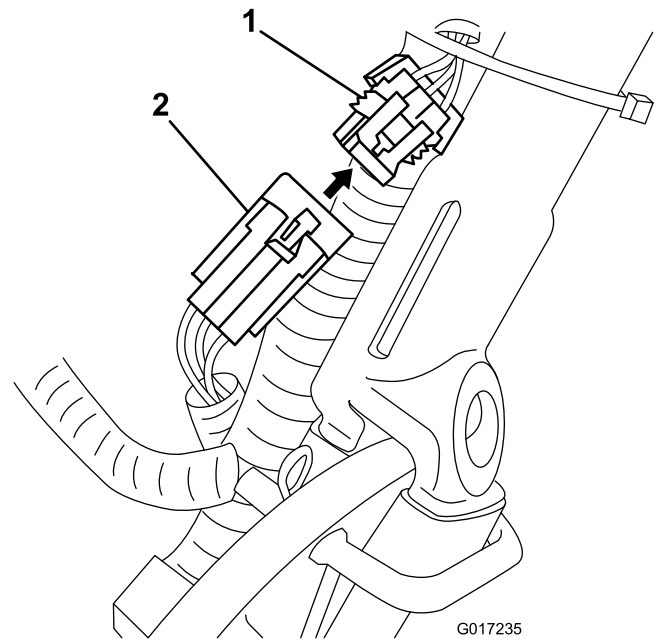

图12
3. 从主线束断开电池组小接头到机器线束的连接（图12）。
14. 将电池组到机器的线束布到机器左侧主线束的下后方，将线束上的小型 6 针接头连接到图12 所示主线束上的匹配接头上。